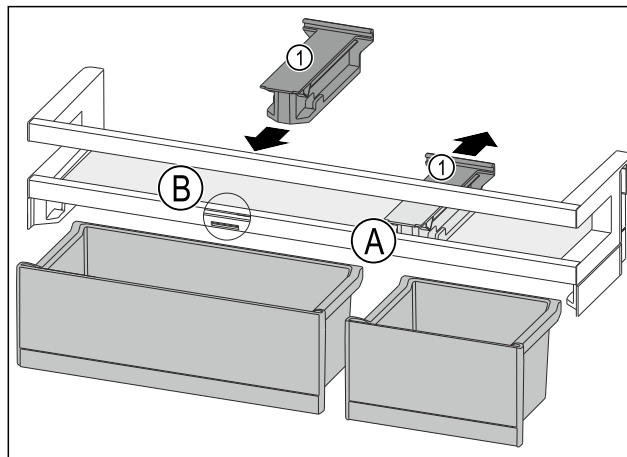

Fig. 89
- ▶ Držák Fig. 89 (1) v poloze Fig. 89 (A) stáhněte dozadu.
- ▶ Držák Fig. 89 (1) vložte v poloze Fig. 89 (B).